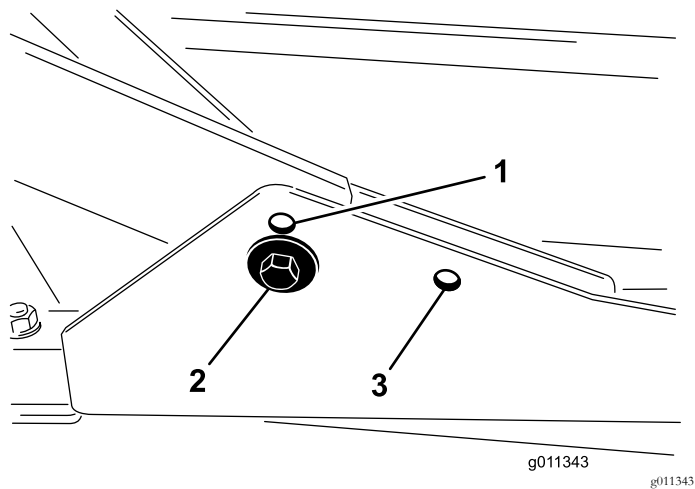

Figura 8
- Para alturas de corte entre 2,0 y 7,6 cm, los bastidores de tiro delanteros deben montarse en los taladros de montaje delanteros inferiores (Figura 8).
2. Para alturas de corte entre 6,3 y 10 cm, los bastidores de tiro delanteros deben montarse en los taladros de montaje delanteros superiores (Figura 8).
Para todas las alturas de corte, la carcasa de corte trasera debe montarse en los taladros de montaje traseros (Figura 8).